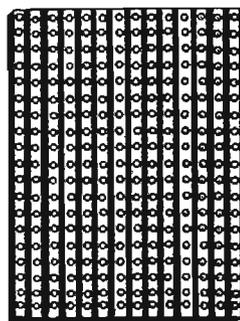

Fig. 1
des figures 10 (A) et 10 (B), l'utilisation U n'est pas l'appareil à alimenter proprement dit, mais l'ensemble des dispositifs de la figure 1 situés après le redresseur R. On a désigné cette utilisation par U' et on l'a entouré d'un pointillé.
Un procédé inspiré et dérivé des circuits imprimés est le câblage sur plaquettes perforées « F. Board » (Fig. 1). Elles constituent, en effet, l'élément support idéal pour la recherche d'une implantation rationnelle des composants électroniques. Le « F. Board » se présente sous la forme de plaquette de plastique stratifiée, du même type que ceux qui sont utilisés pour les plaques de circuits imprimés classiques. Sur ces plaquettes sont collées à intervalles réguliers des bandes de cuivres constituant des conducteurs parallèles percés suivant une grille régulière au pas standard de 2,54 mm et 5,08 mm. Les bandes cuivrées sont larges et espacées de 2,54 mm. Ces plaquettes suivant le pas et les dimensions portent les références :